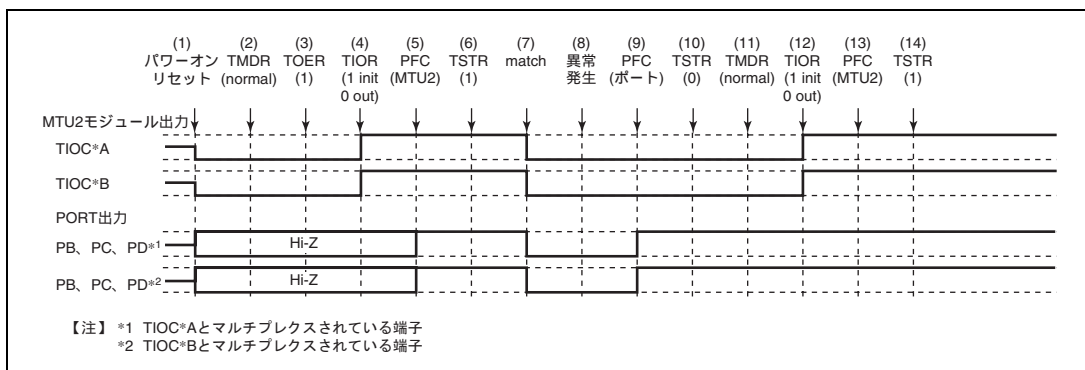

図 12.127 ノーマルモードで異常が発生し、ノーマルモードで復帰する場合
ノーマルモードで異常が発生し、再設定後ノーマルモードで再スタートする場合の説明図を図 12.127 に示します。
(1) ~ (10) は図 12.127 と共通です。
(11) PWM モード 1 を設定します。
(12) TIOR で端子を初期化してください (PWM モード 1 では TIOC*B 側は初期化されません。初期化したい場合はノーマルモードで初期化した後、PWM モード 1 に遷移してください)。
(13) PFC で MTU2 出力としてください。
(14) TSTR で再スタートします。
(11) PWM モード 2 を設定します。
(12) TIOR で端子を初期化してください (PWM モード 2 では周期レジスタの端子は初期化されません。初期化したい場合にはノーマルモードで初期化した後 PWM モード 2 に遷移してください)。
- (1) ~ (10) は図 12.127 と共通です。
(11) 位相計数モードを設定します。
(12) TIOR で端子を初期化してください。
(11) TIOR でノーマルモードの波形生成部を初期化してください。
(12) TIOR でノーマルモードの波形生成部の動作を禁止してください。
(13) TOER でチャンネル 3、4 の出力を禁止してください。
(14) TOCR で相補 PWM の出力レベルと周期出力の許可禁止を選択してください。
(15) 相補 PWM を設定します。
(16) TOER でチャンネル 3、4 の出力を許可してください。
(17) PFC で MTU2 出力としてください。
(18) TSTR で再スタートします。
- (1) ~ (13) は図 12.127 と共通です。
- (14) TOCR でリセット同期 PWM の出力レベルと周期出力の許可禁止を選択してください。
- (15) リセット同期 PWM を設定します。
- (16) TOER でチャンネル 3、4 の出力を許可してください。
- (17) PFC で MTU2 出力としてください。
- (18) TSTR で再スタートします。